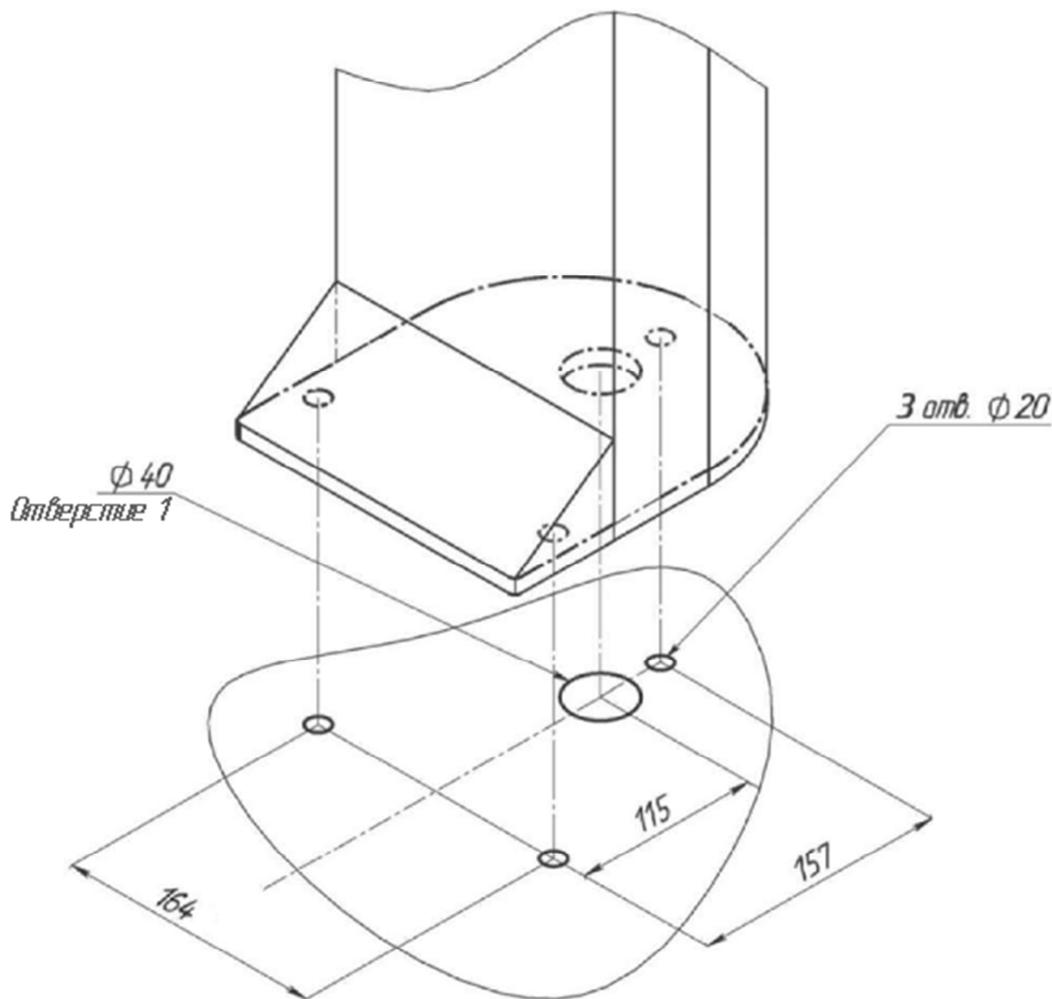
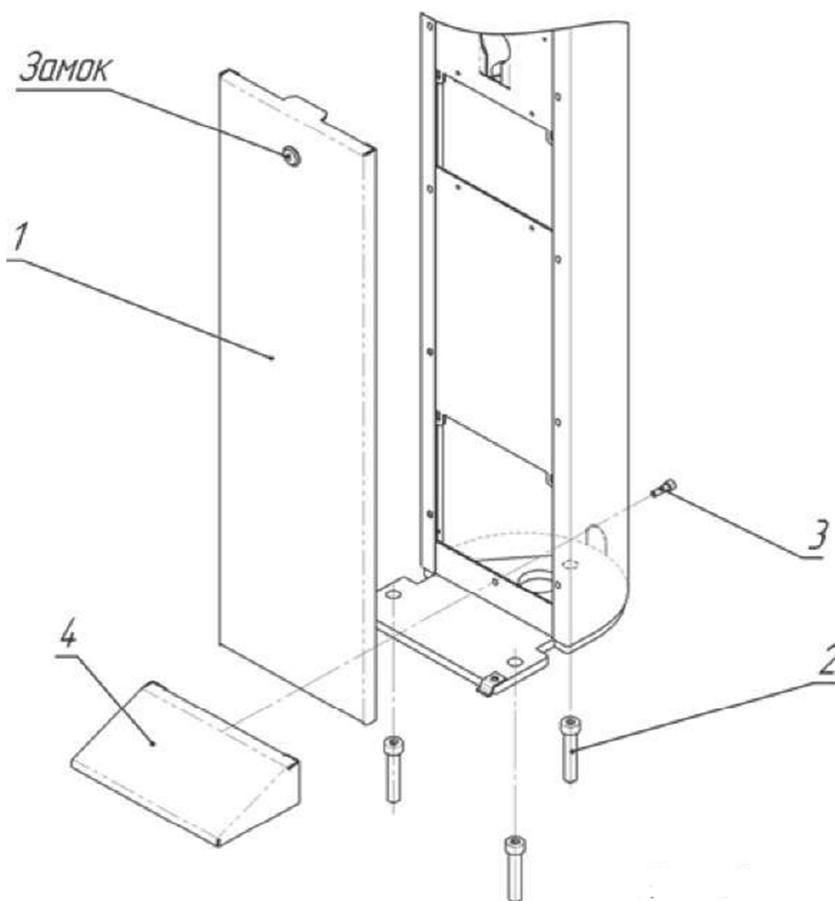
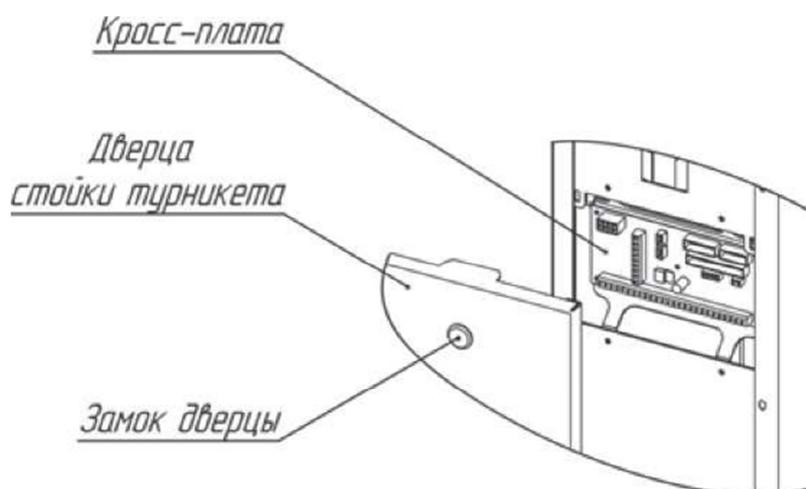
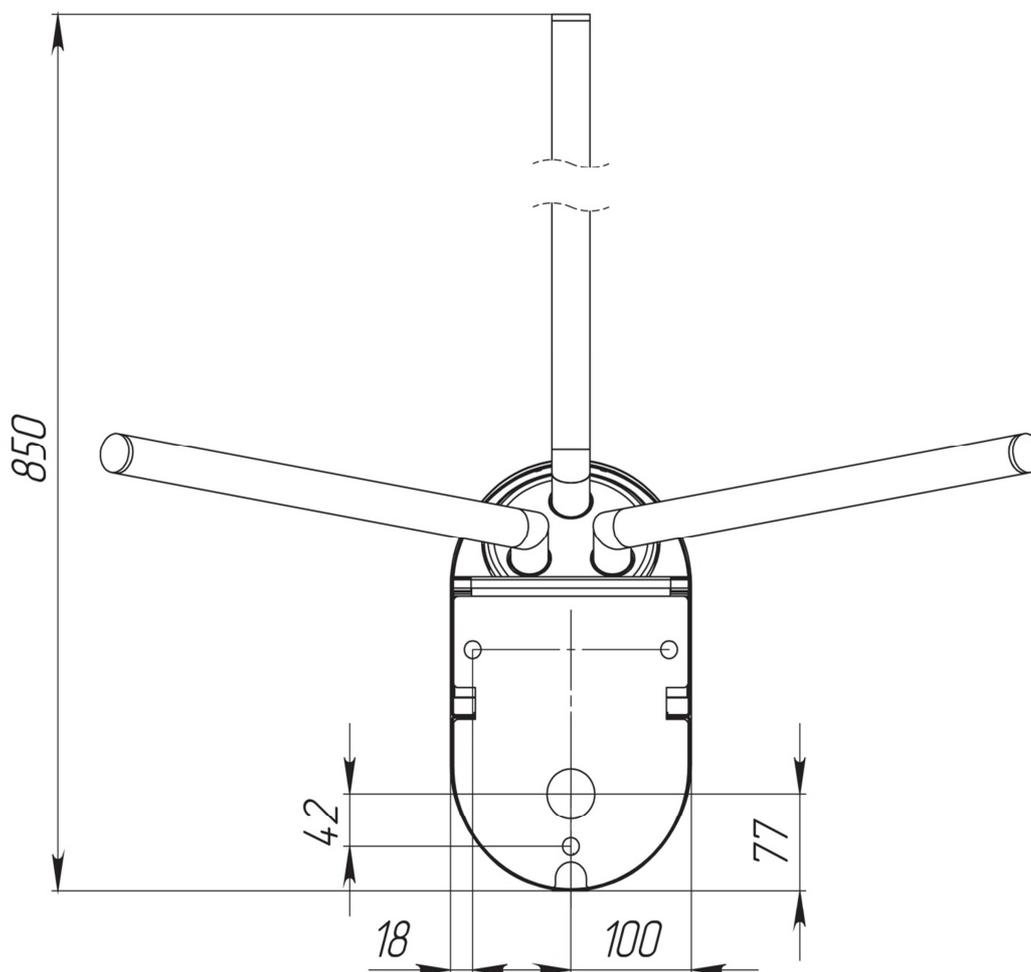

Рис. 6. . Установочные размеры
Рис. 7. . Схема установки турникета
Рис. 8. Расположение кросс-платы на стойке турникета
Рис. 13. Расположение монтажных отверстий относительно внешних габаритов турникета
4.2.3. По установочным размерам (рис. 6), подготовьте 3 отверстия диаметром 20 мм в полу под анкеры крепления стойки турникета. Расположение монтажных отверстий относительно внешних габаритов турникета представлено в Приложении 3 (рис. 13). Глубина закладного отверстия должна превышать длину анкера на 5 мм. Вставьте анкеры в отверстия.
4.2.4. Подводка кабелей производится через отверстие 1 (рис. 6) в нижней плите турникета. Необходимо подготовить штробу для прокладки кабелей.
4.2.7. Установите стойку турникета на подготовленную площадку (рис. 6). Используя ключ, откройте замок и снимите дверцу (1, рис. 7). Заведите в корпус турникета кабели от ПУ, БП и, при необходимости, кабели СКУД и ОПС. Подводка кабелей производится через отверстие 1 в нижней плите турникета (рис. 6). Закрепите кабели кабельными стяжками.
4.2.8. Совместите отверстия в стойке турникета с анкерами в полу. Проверьте вертикальность установки в 2-х плоскостях, при необходимости используйте стальные прокладки требуемой толщины для правильной установки турникета. Закрепите стойку турникета тремя винтами М12 (2,рис. 7), закрутив их в соответствующие анкера, используя ключ для винта с внутренним шестигранником S10. Установите крышку основания (4,рис. 7) и зафиксируйте ее винтом М6, приложенном в комплекте поставки (3,рис. 7). Установите дверцу (1,рис. 7) в исходное положение и закройте ее на замок.
Подключение БП, ПУ и СКУД осуществляется с помощью кросс-платы. Для этого необходимо открыть дверцу стойки турникета (1,рис. 7), используя ключ. На рис. 8 показано расположение кросс-платы на стойке турникета.